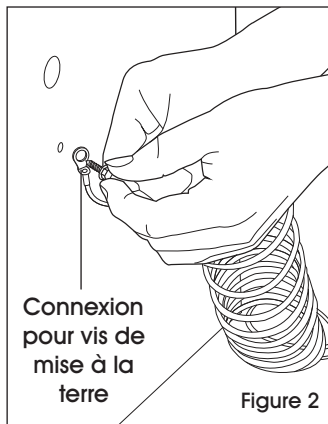

Figure 2
- 2. Use a 5/16" (8 mm) wrench or nut driver to loosen screw. (See Figure 2) Attach the ground wire and retighten screw.
2. Desserrez la vis à l'aide d'une clé de 8 mm (5/16 po) ou d'un tourne-écrou. (Voir Figure 2) Fixez le câble de mise à la terre et resserrez la vis.